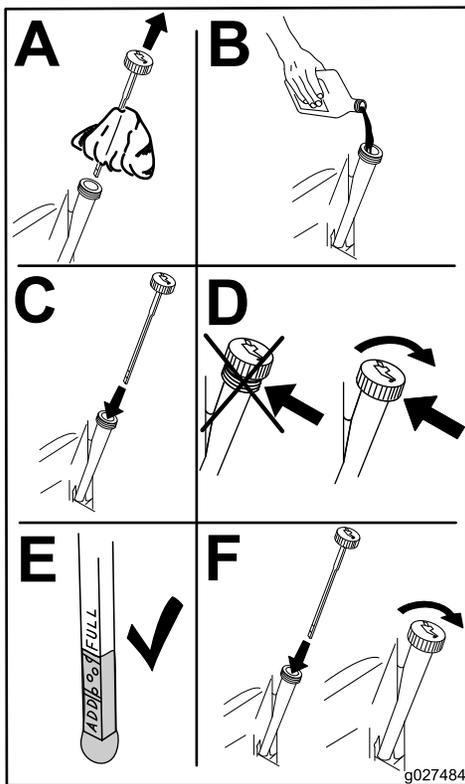

Figura 37
6. Versate lentamente circa l'80% della quantità indicata d'olio nel foro di rifornimento (Figura 37).
7. Controllate il livello dell'olio (Figura 37).